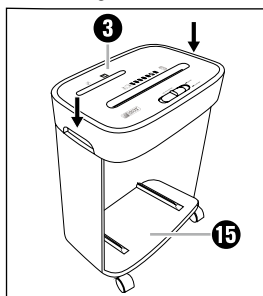

Fig. 2
- ◆ Spingere il dispositivo di taglio **3** in basso finché non scatta in posizione in modo udibile nella base dell'apparecchio **15** (vedi Fig. 2).